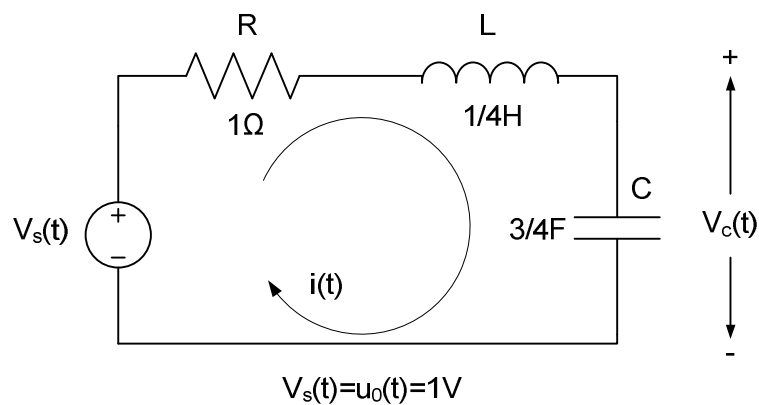

Figura 4.1: Circuito eléctrico.
En este capítulo se describirán los pasos a seguir para crear un archivo Simulink[®] y realizar una simulación. Para ello se va a tomar un ejemplo sencillo de un sistema eléctrico que se desea modelar, el caso en estudio está esquematizado en la figura 4.1.
Esta sección tiene como objetivo plantear las ecuaciones de la respuesta temporal del sistema que se pretende simular. En este caso, el sistema que vamos a estudiar es el presentado en la figura 4.1. Aplicando las leyes de Kirschoff (procedimiento que se detalla en los apuntes de clase, tema 3) las ecuaciones que se obtienen son las siguientes:
Por último, particularizando la ecuación 4.3 con los parámetros mostrados en la figura 4.1, se obtiene,
4.10 se ha simulado el circuito eléctrico presentado en la figura 4.1 para un voltaje de entrada de la fuente de tensión continua que evoluciona en forma de escalón.